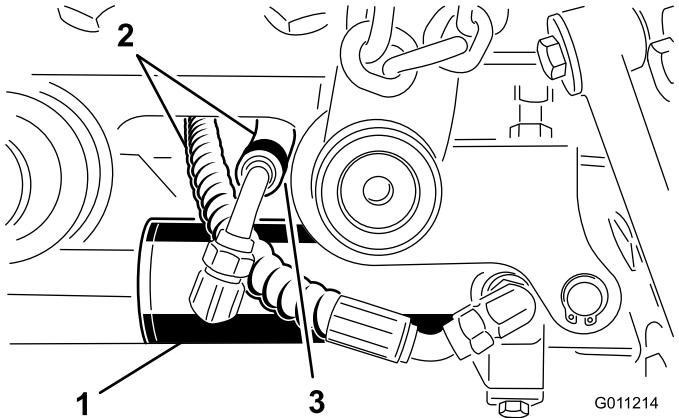

Bild 13
- Distanzstücke (2)
- Befestigen Sie das rechte Ende des Hubzylinders mit einem Stift und zwei Distanzstücken am rechten Hubarm (Bild 13). Befestigen Sie ihn mit dem Befestigungsring.
Hinweis: Wenn die Hubarme ganz ausgefahren sind, sollten die Schläuche wie in Bild 13 abgebildet verlegt sein und einen Abstand von 1 bis 3 mm vom Hubarm haben.